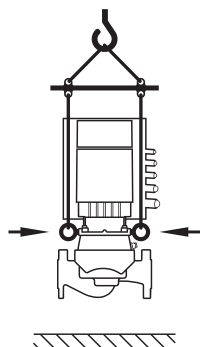

Fig. 8: Pumpun kuljetus
- Pumpun kuljetus on suoritettava käyttäen hyväksyttyjä nostovälineitä (esim. talja, nosturi jne.) Ne on kiinnitettävä moottorilaipassa oleviin kuljetussilmukoihin (Fig. 8, tässä esitetty: nostolaite pystysuoralla moottoriakselilla).